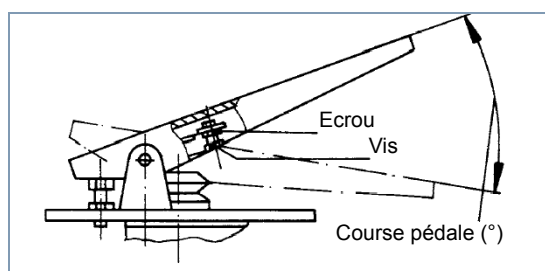

Fig. 9 Pédale
- Dévissez l'écrou (voir fig. 9).
- Tournez la vis jusqu'à contact de la pédale et la bloquez avec l'écrou (M = 4 Nm) voir fig. 9.